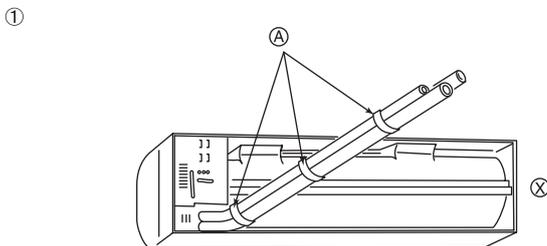
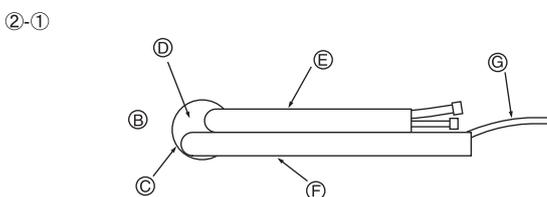

Fig. 3-4
Fig. 3-5
- ① Aperte a rosca ao furo.
- ② Pode-se encontrar facilmente o nível pendurando um peso a um fio e alinhando-o pela marca.
① Tubagens da retaguarda, da direita e inferior (Fig. 3-4)
- ② Tubagens do lado esquerdo e da retaguarda esquerda
②-① Para as tubagens da retaguarda esquerda, extraia os tubos do furo para determinar o seu comprimento exacto e vergue-os. A unidade interior deve ser fixada na placa de montagem na parede. (Fig. 3-5)